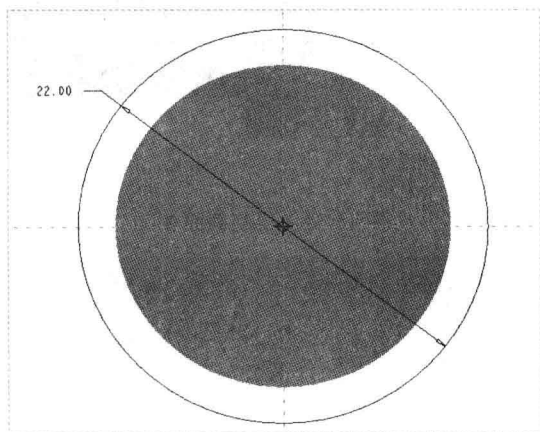

图 16-59 绘制截面 2
Step 03 用与上同样的方法,使用“拉伸”命令,弹出“拉伸”选项卡,在绘图区选择合适的平面作为草绘平面,进入草绘环境;单击“草绘”选项卡中的相应按钮,绘制截面,如图 16-59 所示,单击“关闭”面板中的“确定”按钮,完成截面绘制并退出草绘环境。